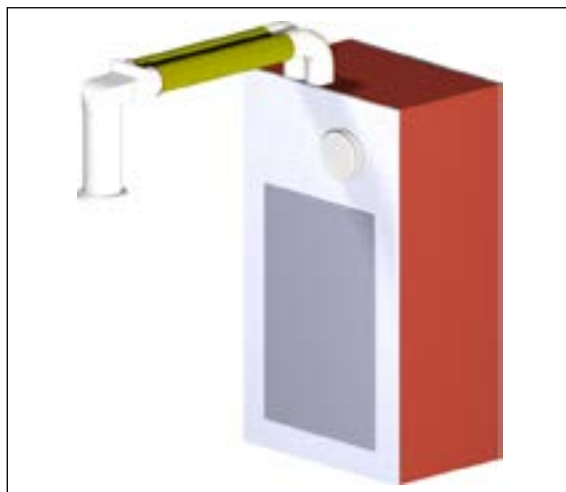

Рис. 5: встроенный монтаж U² с подключением воздуховодов
- Внутрстенный монтаж U² с подключением воздуховодов (см. рис. 5 на стр. 6)